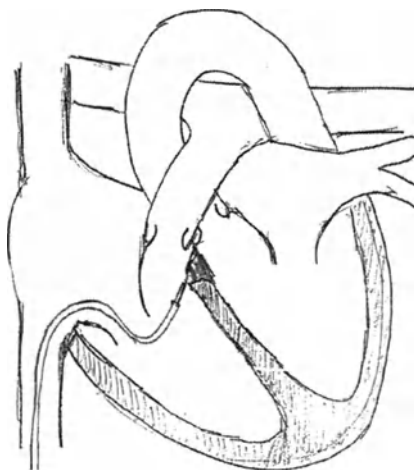

Рис. 12: Конечное расположение катушки
- (Рис. 12) Затем осторожно потяните систему, включая катетер, обратно через аортальный клапан к выносящему тракту левого желудочка. Продолжайте тянуть таким образом, чтобы катушка поступила в место дефекта, где она автоматически подгонится под контуры дефекта. Проводниковый катетер и имплантационный катетер остаются в том же положении относительно друг друга.